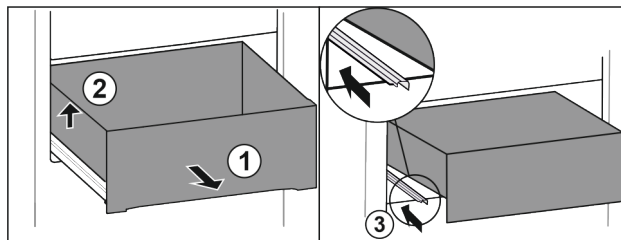

Fig. 89
- ▶ Scoateți sertarul până la opritor. Fig. 89 (1)
- ▶ Ridicați sertarul din stânga. Fig. 89 (2)
- ▶ Inserați șina din stânga. Fig. 89 (3)